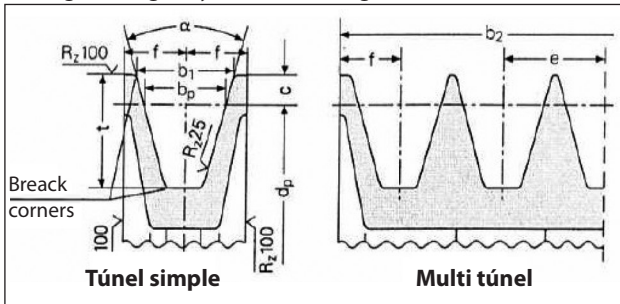

Fig. 10
- Utilizar poleas con correas trapezoidales con las dimensiones del canal prescritas/recomendadas por el fabricante de la correa utilizada. A falta de indicaciones, seguir la Fig. 10 y a la tabla de Fig. 11.